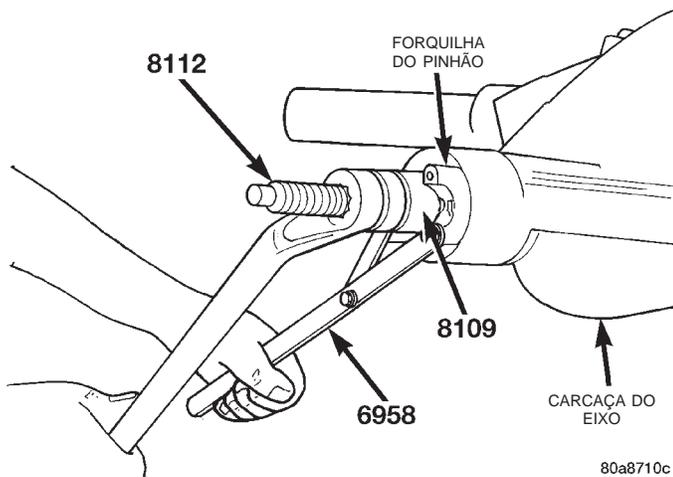

Fig. 14 Instalação da Forquilha do Pinhão
(5) Inspeção o protetor da vedação do pinhão. Substitua se necessário e instale o protetor de vedação do pinhão na forquilha do pinhão.
(6) Instale a forquilha com o Parafuso 8112, Capa 8109 e Suporte 6958 (Fig. 14).